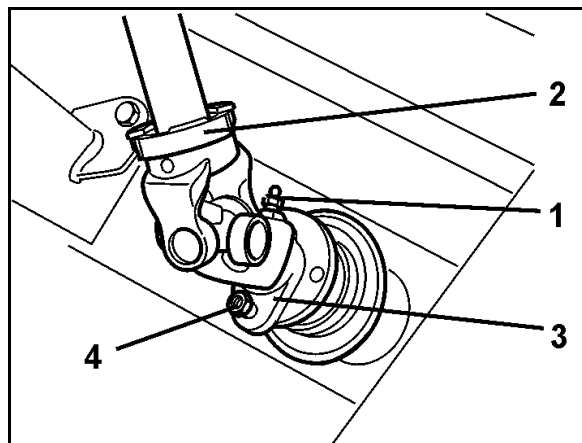

Bild 90
2. Lossa smörjnippeln (Bild 90/1) på ledgaffeln (Bild 90/3) till kraftöverföringsaxeln (Bild 90/2).
3. Skruva loss brytbulten (Bild 90/4) mellan kraftöverföringsaxelns gaffelfläns och kragen på transmissionens ingående axel.